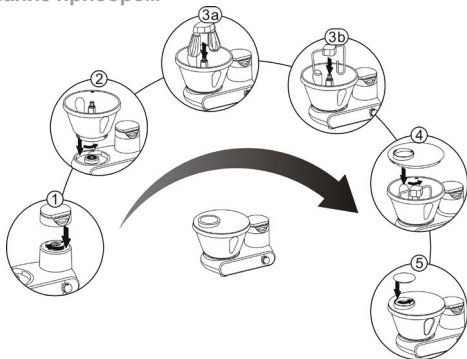

Рисунок 1
- Перед установкой насадок убедитесь в том, что переключатель режимов работы (10) находится в положении «0», а вилка сетевого шнура не вставлена в электрическую розетку.
- Установите весы (7) на место их установки (9) и поверните по часовой стрелке до упора (рис. 1).
- Установите приводной вал (4) в место установки (5), установите чашу (3) и поверните её против часовой стрелки.
- Поместите необходимые ингредиенты в чашу (3). Установите на чашу 3 крышку (2) и поверните её против часовой стрелки до упора.
- Установите крышку (1) в отверстие для добавления ингредиентов и поверните её против часовой стрелки до упора.
- Включите кухонную машину поворотом переключателя режимов работы (10), установите необходимую скорость вращения насадок.